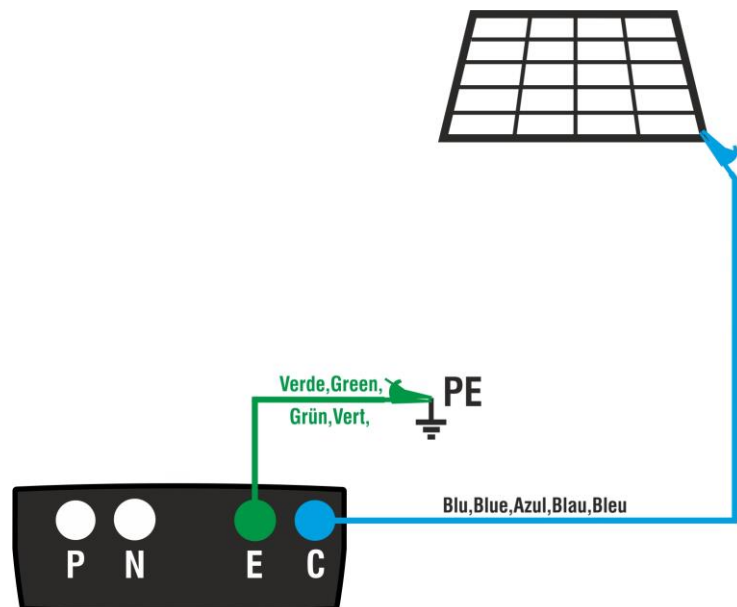

Fig. 6: Conexión del instrumento para la medida de continuidad sobre estructuras de la instalación FV
5. Conecte el instrumento al módulo/string FV en pruebas y al nodo principal de tierra de la instalación como se muestra en Fig. 6
8. Conecte el instrumento al módulo/string FV en pruebas y al nodo principal de tierra de la instalación como se muestra en Fig. 6